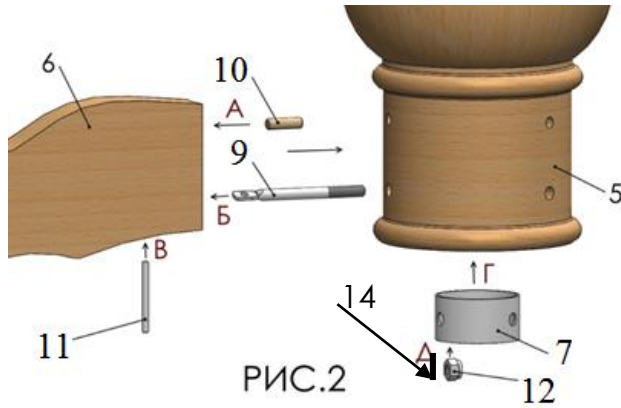

РИС.2
2. Собрать ноги (5) с опорами (6) согласно схеме сборки опор (Рис.2, Рис2.1)
А. Вставить шкант (10) **Б.** Вставить шпильку (9) плоским концом с отверстием под штифт в боковые отверстия опор. **В.** В нижнем отверстии опор вставить штифты (11) так, чтобы они попали в отверстия шпилек (9) Рис.2.